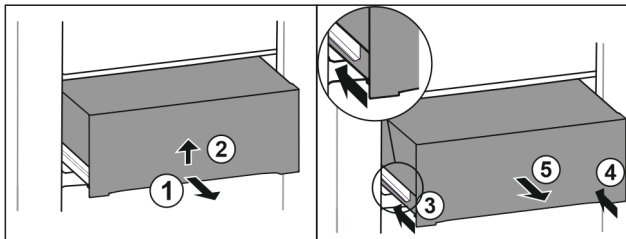

Fig. 33
- ▶ Вытяните выдвижной ящик наполовину. Fig. 33 (1)
- ▶ Поднимите выдвижной ящик за нижнюю часть. Fig. 33 (2)
- ▶ Вставьте левую направляющую. Fig. 33 (3)
- ▶ Вставьте правую направляющую. Fig. 33 (4)
- ▶ Извлеките выдвижной ящик движением вперед. Fig. 33 (5)